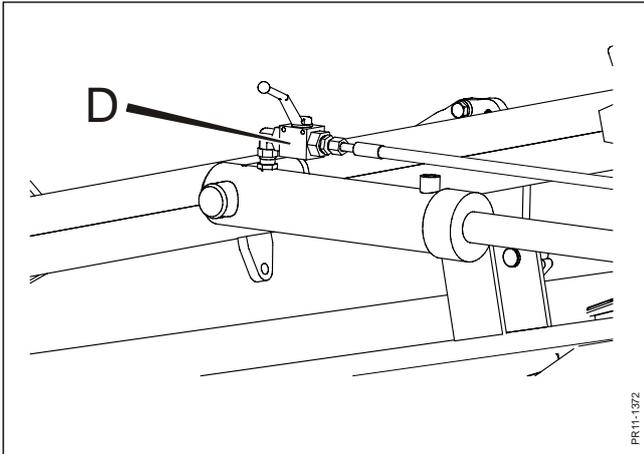

Fig. 3-7
- Fig. 3-7**
- Fig. 3-7** Die Maschine anheben.